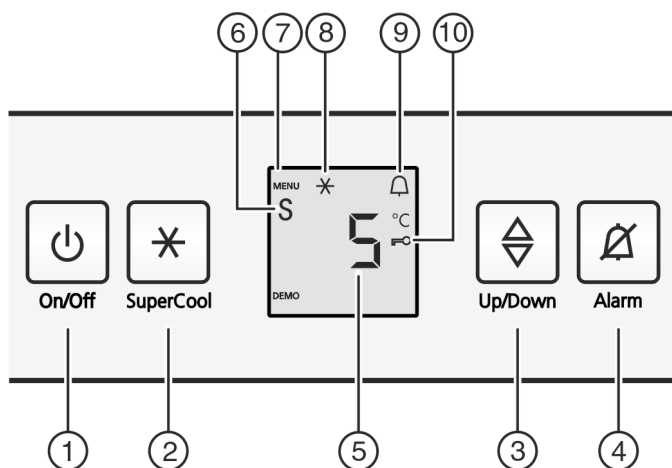

Fig. 2
- ▶ Pulsar tecla On/Off Fig. 2 (1)
- ▶ Activar el modo de ajuste: pulse la tecla SuperCool Fig. 2 (2) durante aprox. 5 s.
- ▷ El símbolo de menú Fig. 2 (7) se ilumina.
- ▶ Utilice la tecla de ajuste Fig. 2 (3) para seleccionar c.
- ▶ Pulse brevemente la tecla SuperCool Fig. 2 (2) para confirmar.
- ▶ Para activar el bloqueo contra la manipulación por niños, pulse brevemente la tecla SuperCool Fig. 2 (2).
- ▷ El símbolo del bloqueo contra la manipulación por niños Fig. 2 (10) se ilumina. En el indicador parpadea **c**.
- ▶ Para desactivar el bloqueo contra la manipulación por niños, pulse brevemente la tecla SuperCool Fig. 2 (2).
- ▷ El símbolo del bloqueo contra la manipulación por niños Fig. 2 (10) se apaga. En el indicador parpadea **c**.
- ▶ Desactivar el modo de ajuste: pulse la tecla On/Off Fig. 2 (1).
- ▶ Pulse la tecla Alarm Fig. 2 (4).
- ▷ El símbolo de menú Fig. 2 (7) se enciende.
- ▶ Para activar la función del modo de Sabbath: Pulse brevemente la tecla SuperCool Fig. 2 (2).
- ▶ **Para activar** el modo Sabbath, pulse brevemente la tecla SuperCool Fig. 2 (2).
- ▶ **Para desactivar** el modo Sabbath, pulse brevemente la tecla SuperCool Fig. 2 (2).
- ▷ En el indicador de temperatura aparece el símbolo del modo Sabbath Fig. 2 (6) mientras el modo Sabbath esté activo.